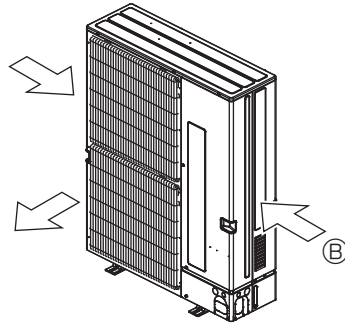

Fig. 2-17
- ② Եթե հնարավոր է, բլոկը տեղադրեք այնպես, որ արտաթողքից փչող օդի ուղղությունը ուղղահայաց լինի փչող քամու ուղղությանը: (Fig. 2-17)
- ③ Քամու ուղղությունը